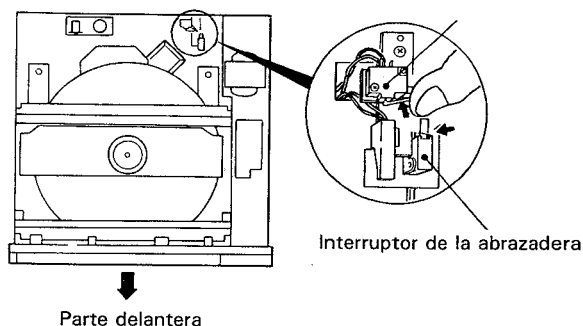

Fig. 7
1. Conecte la alimentación presionado a la vez el interruptor deslizante, y luego presione inmediatamente la tecla de reproducción. Suelte el interruptor deslizante después que el disco empiece a girar. (Fig. 7)